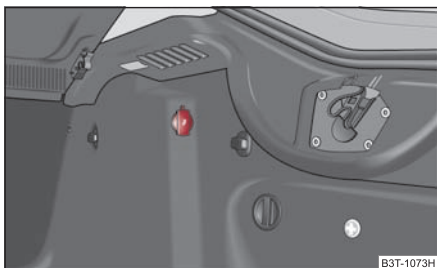

Fig. 106 Portbagajul: Priza
- Deschideți capacul prizei ⇒ fig. 106.